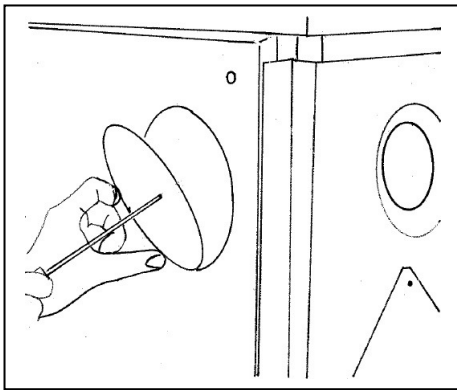

Bild 8
- Emaillierten Verschlussdeckel in der Seitenwand entfernen. Schraube ca. 5 Umdrehungen lockern, Deckel verschoben bis U-Bügel sichtbar wird, Deckel mit U-Bügel herausziehen (Bild 8).